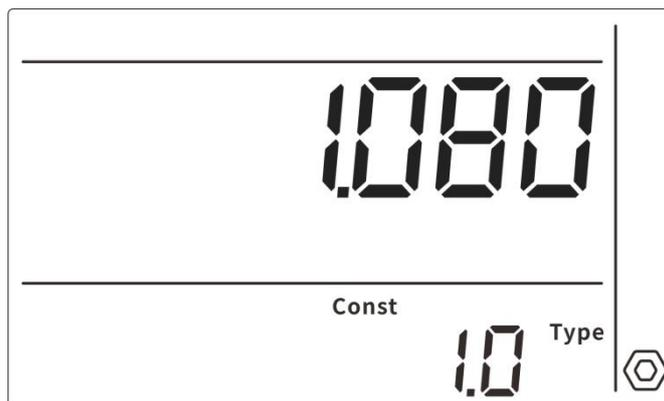
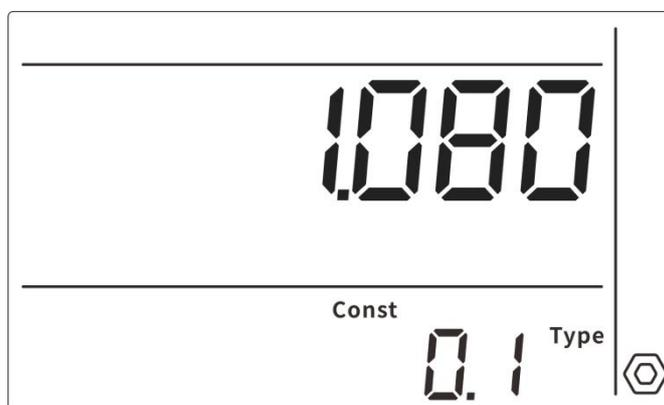

图 6 6 寸电极常数 1.080 显示示意图
图 7 6 寸电极常数 0.1080 显示示意图
- ①在测量状态下，短按“设置键”进入设置功能，短按“上键”“下键”切换到电极常数设置项目，短按“确认键”进入电极常数设置；
- ②在电极常数设置界面，短按“设置键”可切换电极类型（注：根据电极标示的电极常数值，可判断其电极类型，如标示“电极常数 K=1.080”，即表示其电极类型为 1.0，如标示“电极常数 K=0.1080”，即表示其电极类型为 0.1，图 6，图 7）
- ③在电极常数设置界面，短按“上键”“下键”可调节电极常数值；
④完成电极常数设置后，短按“确认键”确认并退出电极常数设置。